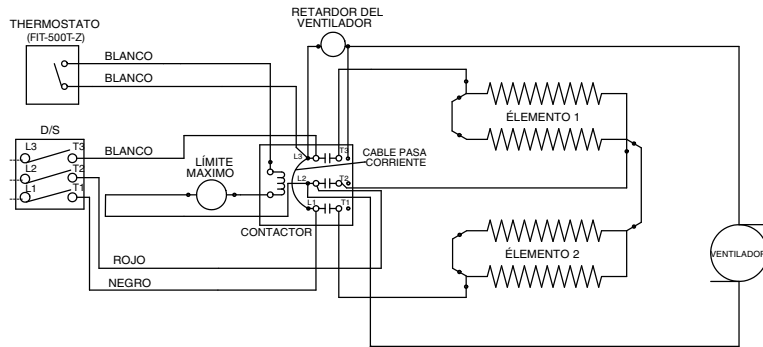

Figura 3
4. Conecte los cables rayados del contactor al interruptor de la siguiente forma. El cable negro al T1 y el cable rojo al T2 (y el cable blanco al T3 si es trifásico). Ver el diagrama de cableado. Figura 3.
2. Conecte los cables blancos del calentador a los terminales "L2" y "cycle" ("ciclo") en el termostato según se muestra en el esquema eléctrico, Figura 3.